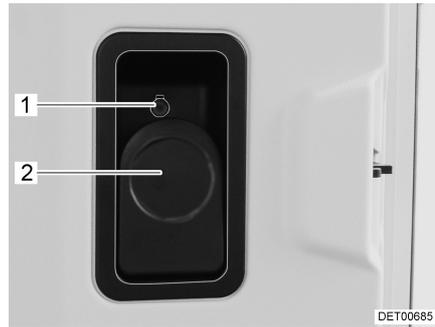

Bild 16 Türschloss Eingangstür, innen, verriegelt
**Öffnen:** ■ Hebel (Bild 16,2) ziehen.
**Verriegeln:** ■ Sicherungsknopf (Bild 16,1) hineindrücken.